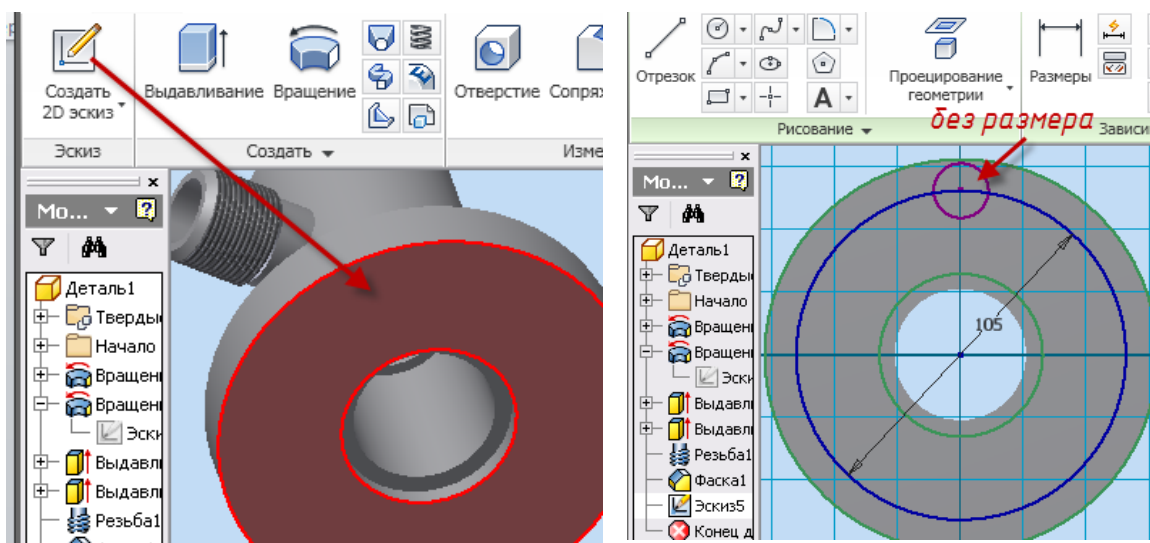

Рис.3.40. Создание эскиза глухого отверстия
- Выберите на главной панели инструментов команду  **Создать 2D эскиз** и наведите курсор мыши на плоскость большого диаметра корпуса (рис. 3.40, а). Как только новая плоскость будет подсвечена красным светом, нажмите на левую кнопку мыши (рис. 3.40, а). На экране появится сетка (рис. 3.40, б).
- Постройте вторую окружность, находящуюся сверху по оси Y, с центром на созданной окружности рис. 3.40, б.
- При помощи команды  **Размеры** установите размер большой окружности равными **105 мм**, размер маленькой окружности не имеет значения (можно размер не ставить) (рис. 3.40, б).